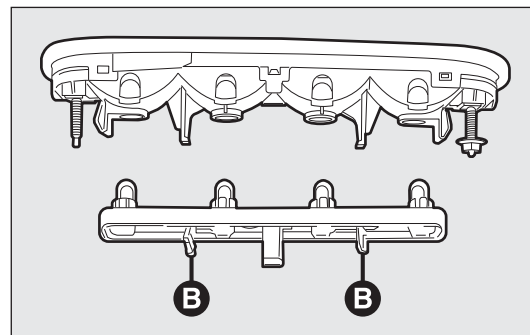

fig. 191
- agendo in modo contrapposto sulle alette B-fig. 191 estrarre il portalampade;